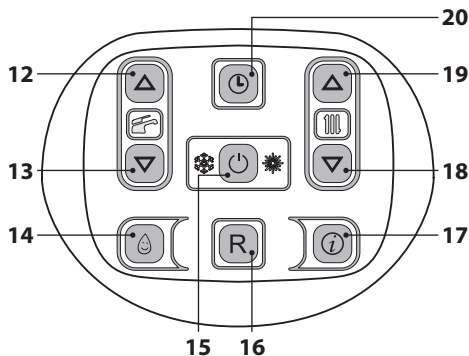
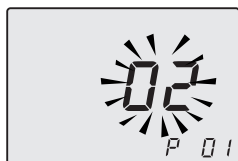
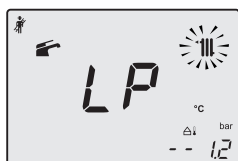

Figura 9.19
Figura 9.20
Figura 9.21
- Entre en la "modalidad de programación" pulsando simultáneamente durante 10 segundos los botones 15 - 18 - 19 (Figura 9.19) hasta que aparezcan en el display LCD las letras **P01** y el valor del parámetro, indicando que se ha entrado en el "parámetro 01" (Figura 9.20).
- Pulse simultáneamente los botones 18 y 19 (Figura 9.19) hasta que aparezcan en el display LCD las letras **LP** alternadas con el valor de temperatura del agua de calefacción (ej. **45**), indicando que se ha entrado en la activación de la "función deshollinador" a la potencia mínima (Figura 9.21).
- Pulsando el botón 19 (Figura 9.19) se puede modificar la potencia en modalidad deshollinador: el display LCD muestra las letras **hp** alternadas con el valor de temperatura del agua de calefacción (ej. **32**); estamos en la "función deshollinador" a la potencia mínima en calefacción (Figura 9.22).
- Volviendo a pulsar simultáneamente durante 10 segundos los botones 15 - 18 - 19 (Figura 9.19) se sale de la "modalidad deshollinador" y se vuelve al estado anterior de la caldera (Figura 9.25).